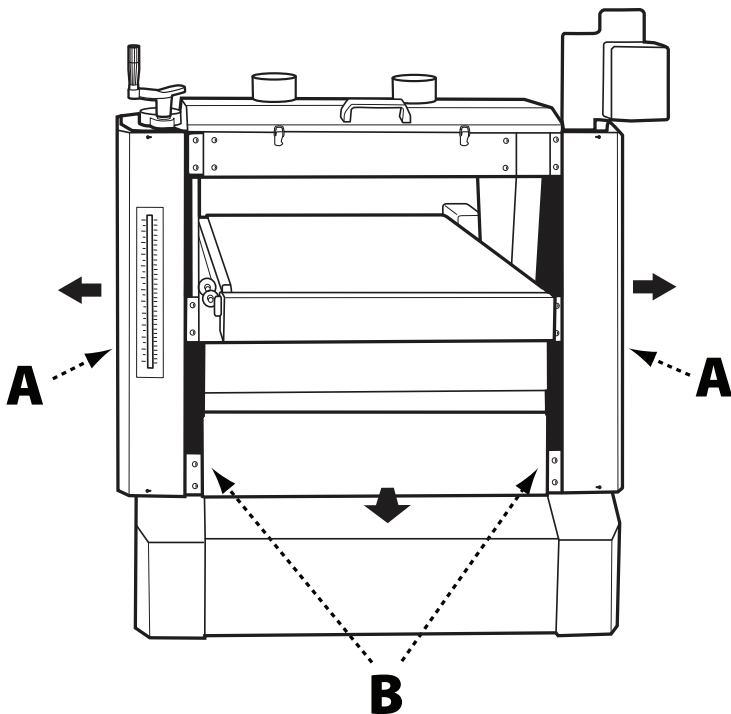

FIG. 6
2. Quite los ocho pernos con cabeza Phillips y las arandelas que están sujetando los protectores laterales derecho e izquierdo (A) a la máquina y quite los protectores. Consulte la Fig. 6.